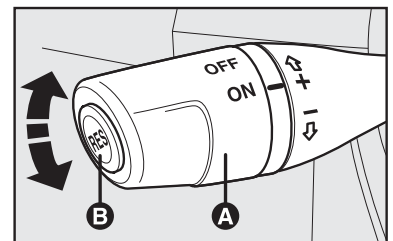

fig. 71
MANDOS - fig. 71
El regulador de velocidad se activa o desactiva mediante la palanca **A**-fig. 71.
1) desactivando el dispositivo (por ejemplo, pisando el pedal del freno) y luego, memorizando la nueva velocidad colocando la palanca **A-fig. 71** en la posición (+) durante tres segundos como mínimo);